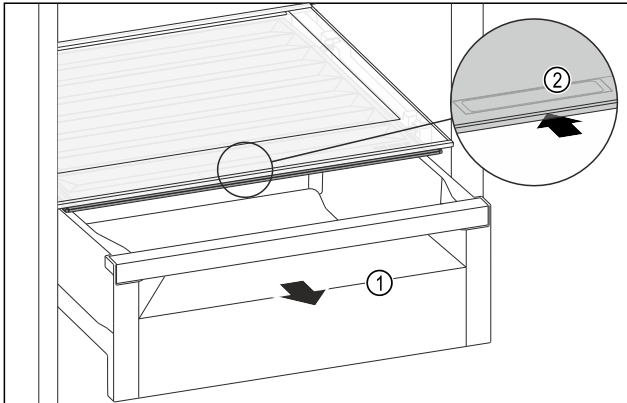

Fig. 122
- ▶ Витягніть висувний ящик Fig. 122 (1).
- ▶ Візьміться за потайну ручку Fig. 122 (2) на кришці відділення й одночасно посуňte кришку відділення назад.